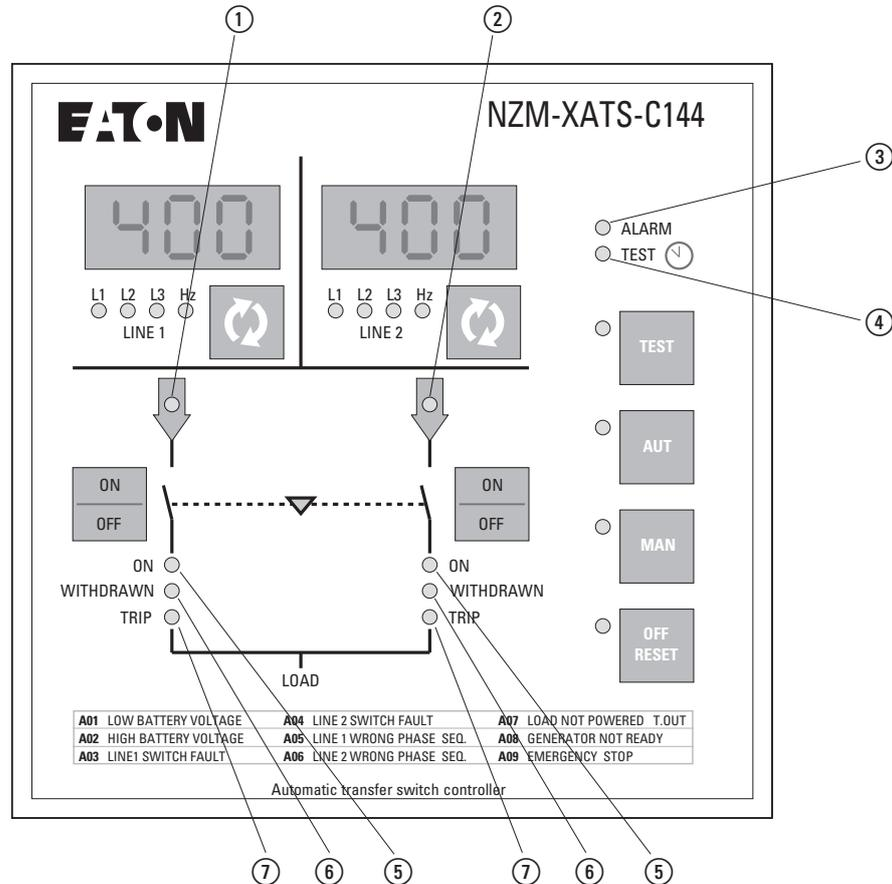

Abbildung 5: Bedienfeld, LED
Wenn die Werte der Hauptversorgung außerhalb der Grenzwerte liegen (rote LED LINE 1/LINE 2 aus, → Abbildung 5, Seite 10 ① und ②), trennt NZM-XATS-C144 den Verbraucher nach Ablauf der eingestellten Verzögerungszeit von der Hauptversorgung und schaltet ihn auf die Ersatzversorgung um. Dabei werden sowohl das Einschalten des Generators, falls vorhanden, als auch die Vorlaufzeit des Generators und die Verzögerungszeit gesteuert.